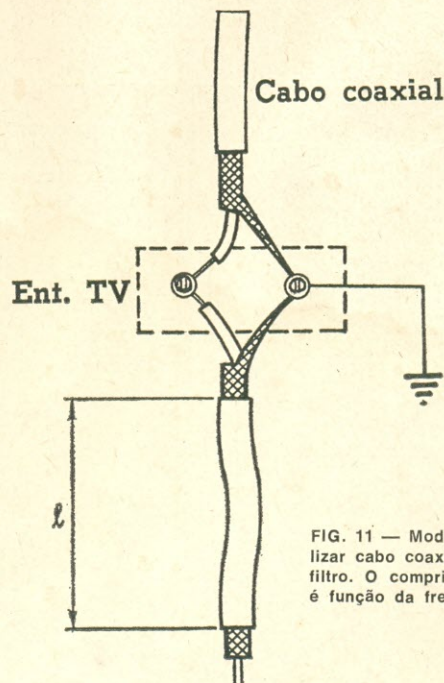

FIG. 11 — Modo de utilizar cabo coaxial como filtro. O comprimento L é função da frequência.
A Fig. 11 mostra o sistema de conexão a ser adotado no caso de utilizar-se um cabo coaxial. A união do cabo entre a antena e a entrada do televisor permanece invariável. É suficiente conectar uma seção do cabo coaxial da mesma forma como se conectou o cabo de descida. Seu comprimento é de um quarto de onda mas, na realidade, este dado deve ser multiplicado por um coeficiente (K) redutor, que depende da natureza do cabo. Em geral, para um cabo coaxial tem-se $K = 0,76$. O valor do comprimento de onda é o correspondente ao comprimento de onda do sinal que se deseja eliminar.